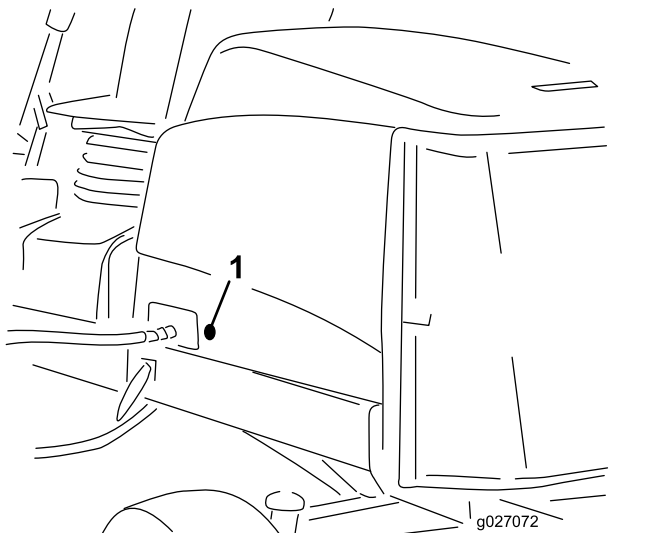

Figure 33
- Retirez les bagues en caoutchouc du trou dans le côté gauche du capot (Figure 33).